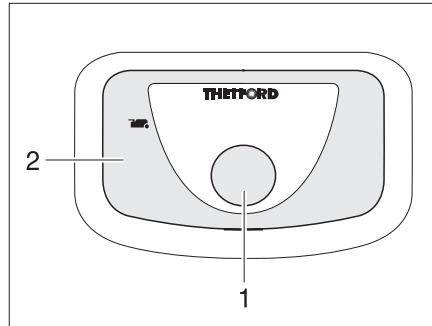

Fig. 348 Bouton pour la chasse d'eau/
- Pour actionner la chasse d'eau, appuyer sur le bouton bleu (Fig. 348,1).
Le voyant de contrôle (Fig. 348,2) s'allume lorsque la cassette Thetford doit être vidée.